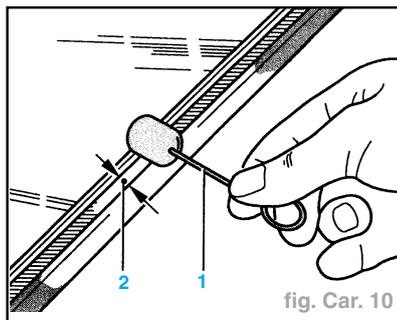

fig. Car. 10
- Appliquer une fine couche d'activateur AMV 181 800 02 sur le profilé d'étanchéité (2) à l'aide d'un applicateur (1) D 009 500 25 (boule de feutre sur un fil de fer) (fig. Car. 10).